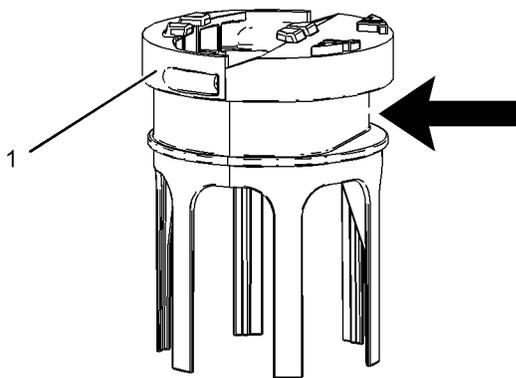

图 73
4. 拉出舌片 (5)，拆下集管盘管底部的吸油滤清器 (4)。用新的吸油滤清器进行更换。
6. 确保带夹如图 73 所示对准滤清器底座的平整部位。将带夹紧固至  $4.5 \pm 0.7 \text{ N}\cdot\text{m}$  ( $40 \pm 6 \text{ lb in}$ ) (1)。拧紧带夹时，确保滤清器没有褶皱。